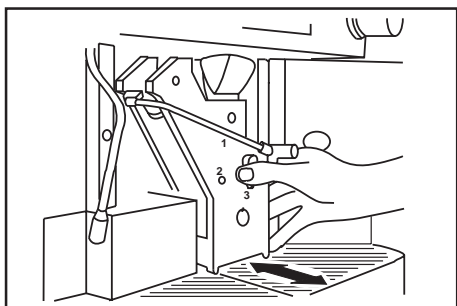

Fig. 13
- **Grupo dispensador:** **Sacar la boquilla dispensadora, abrir la puerta de acero y extraer** al grupo dispensador llevando la palanca de enganche a la posición 3 (fig. 13). Limpiar la base con una esponja húmeda. Lavar el grupo utilizando agua tibia, secarlo bien y resinsertarlo en la máquina, manteniendo la palanca de enganche en la posición 3. Asegurarse de que los indicadores de referencia del eje central coincidan (servirse de la llave suministrada para alinearlos). Si el grupo se ha insertado correctamente, la palanca de enganche se debe encontrar en la posición 2.